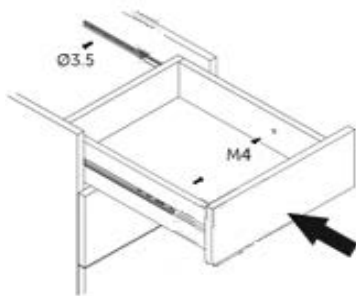

Рис.6
- Установить ящики в комод. Вытянув подвижную часть направляющей, вставить ее в пазы на боковых стенках ящика и зафиксировать с помощью винта 4x10 через просверленное отверстие(Рис.6).